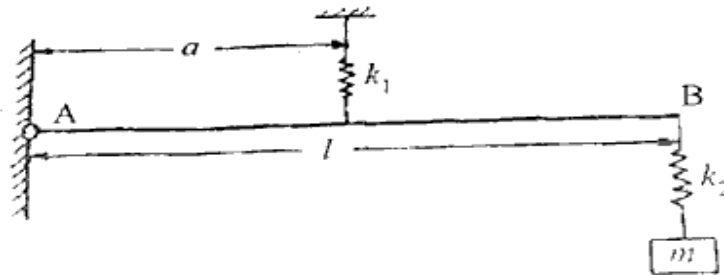

Figure 2 (चित्र 2)
- b) A system is shown in the following figure 2. The bar AB is assumed to be rigid and weightless. The natural frequency of vibration of the system is given by निम्नलिखित आकृति 2 में एक प्रणाली को दिखाया गया है। बार AB को कठोर और भारहीन माना जाता है। सिस्टम के कंपन की प्राकृतिक आवृत्ति द्वारा दी गई है।